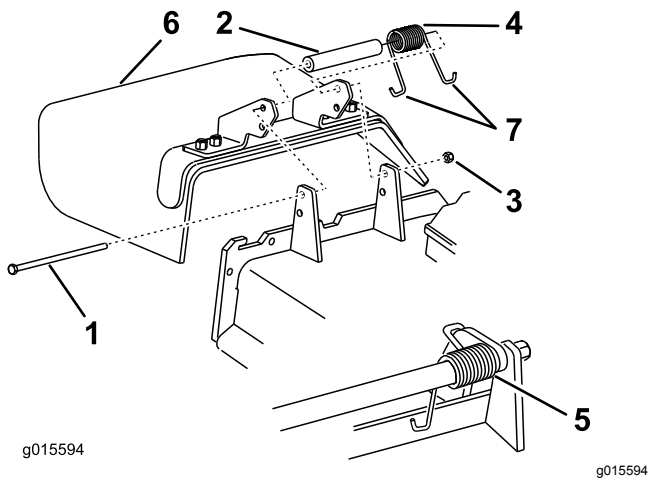

Figura 99
1. Retire la contratuerca, el perno, el muelle y el espaciador que sujetan el deflector a los soportes de pivote (Figura 99).
2. Retire el deflector de hierba dañado o desgastado (Figura 99).
6. Coloque 1 extremo en J del muelle alrededor del deflector de hierba (Figura 99).
Nota: Asegúrese de colocar un extremo con gancho en J del muelle detrás del reborde de la carcasa antes de instalar el perno, según se muestra en Figura 99.